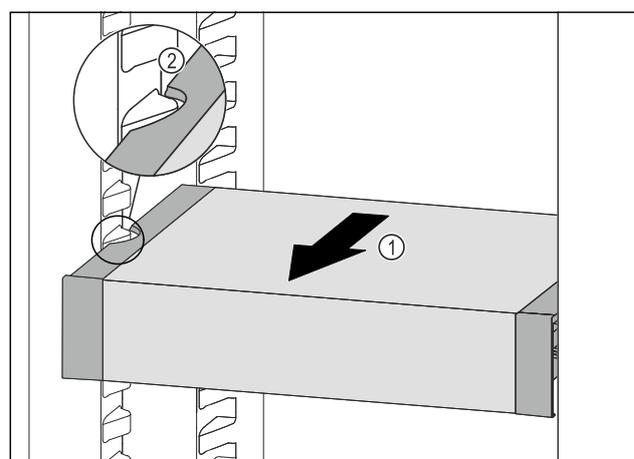

Fig. 84
- ▶ Tirer le VarioSafe vers l'avant Fig. 84 (1) jusqu'à ce que les encoches latérales du VarioSafe se trouvent au niveau de la nervure du bac dans la partie réfrigérateur. Fig. 84 (2)